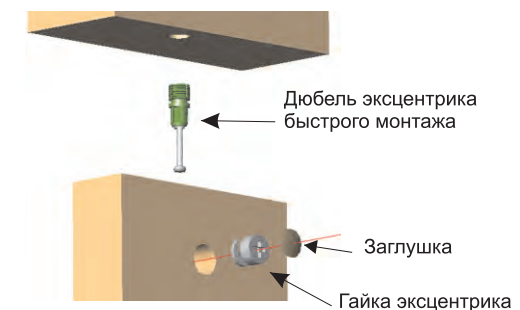

Рис.2
Установите шканты (3) в отверстия d=8 мм топа А и низа В. Вставьте дюбель эксцентрика быстрого монтажа (1) в топ А и низ В. Установите опоры (4) в отверстия в плоскости низа В. Вкрутите штоки полкодержателя (5б) в отверстия боковин С. В полки В вставьте полкодержатель (5а). Соедините вместе боковины С, низ В и топ А. Вставьте эксцентриковые гайки (1б) и с помощью отвертки затяните их по часовой стрелке до фиксации (см. Рис.2). Вставьте полки В в штоки полкодержателя (5б) до фиксации. В эксцентриковые гайки (2) вставьте заглушки (3). Отрегулируйте опоры (4) по высоте.